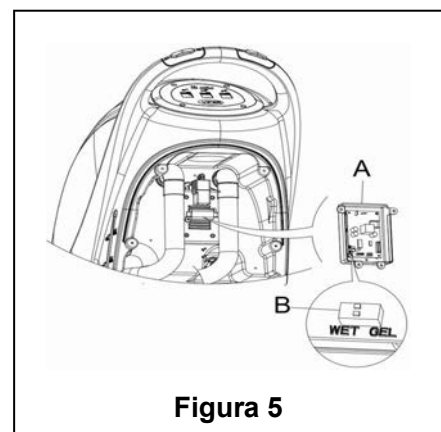

Figura 5
2. Togliere il tubo di drenaggio (15)
4. Togliere il coperchio del controllo (5), e le viti del coperchio della batteria (10). Togliere le viti del piedistallo PCB. L'interruttore DIP (B) per impostare la batteria può essere visto ribaltando la scheda PCB. (Vd. **Figura 5**)
5. Mettere il microinterruttore DIP (B) in posizione "WET".